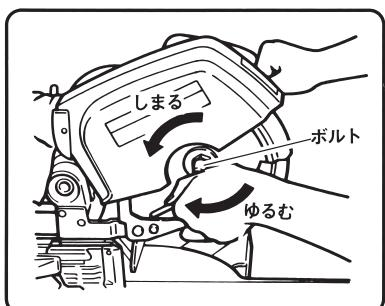

図 39-ロ
(2) ボルト、ワッシャ(B)を取りはずします。
(3) セーフティカバー（保護カバー）を持ち上げ、のこ刃を取付けます。
(4) ワッシャ(B)、ボルトに付いている切りくずをよく除去し、のこ軸に取付けてください。
(5) のこ軸を固定した状態で、ボルトに付属（図3参照）の10mmボックススパナを掛けて図39-ロのしまる方向にまわすと、ボルトが締ります。